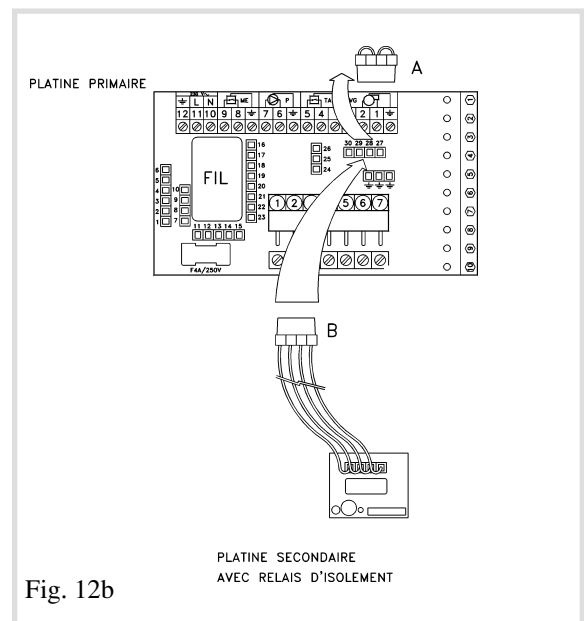

Fig. 12b
- débrancher le connecteur A de la platine primaire pour y brancher le connecteur B (Fig. 12b)